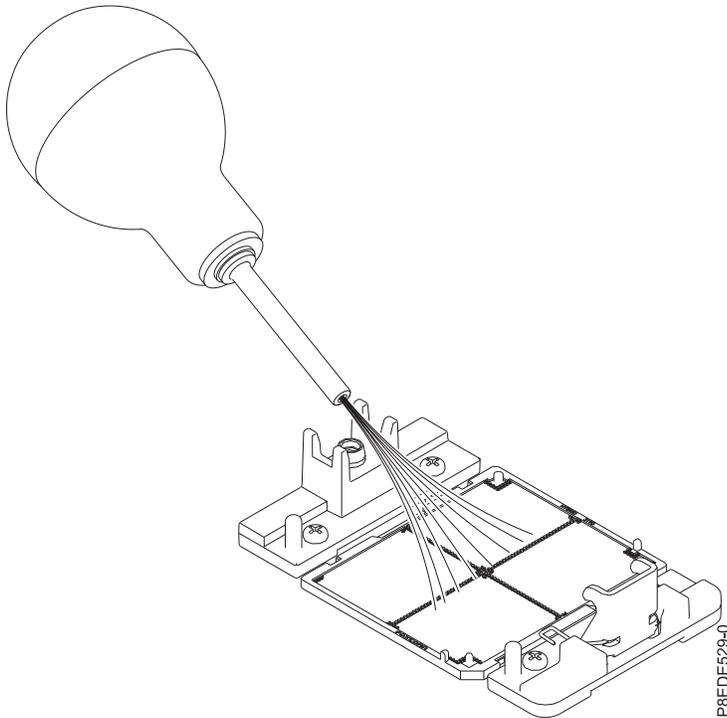

Figura 76. Eliminación de polvo y restos de suciedad del zócalo del procesador del sistema
- a. Si hay polvo o restos de suciedad en el zócalo del procesador del sistema, utilice la bomba de aire proporcionada (número de pieza 45D2645) para limpiar el zócalo. Sople pequeñas ráfagas de aire desde el centro hacia los lados del zócalo, tal como se indica en Figura 76 en la página 70.